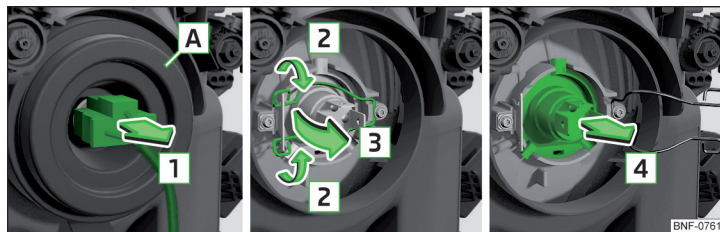

Fig. 172 Sostituzione della lampadina per anabbaglianti e abbaglianti
- » Estrarre la spina dalla lampadina in direzione della freccia **1** » fig. 172.
- » Premere l'asticella in direzione del faro ed estrarla nella direzione indicata dalla freccia **2** » fig. 172.